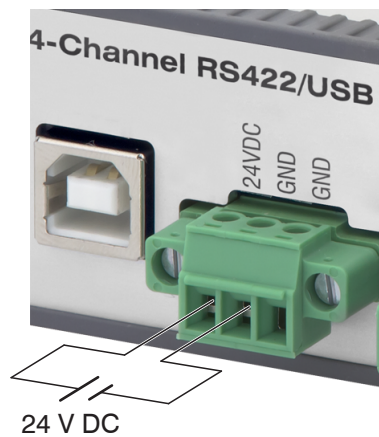

Abb. 8 Anschluss Versorgungsspannung
1) Spannungsversorgung +24 V über Power-Anschluss, siehe Abb. 8